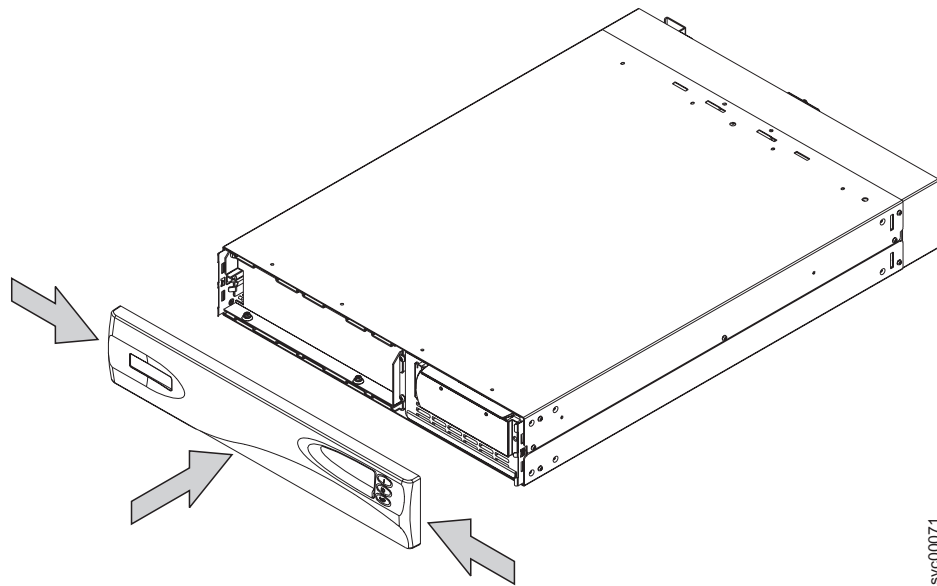

図 226. 2145 UPS のフロント・パネルの再取り付け
4. サイドを内側に押し、その両端を 2145 UPS に向かって押しながら、フロント・パネルを再取り付けします (図 226 を参照)。